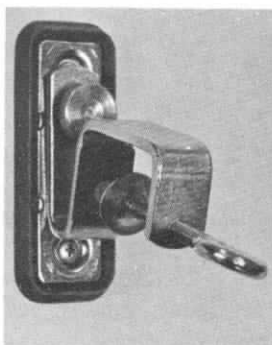

Fig. 8
4. Fijar las prensas en las muescas situadas a los lados de la máquina (Fig. 8). Ver nota abajo.